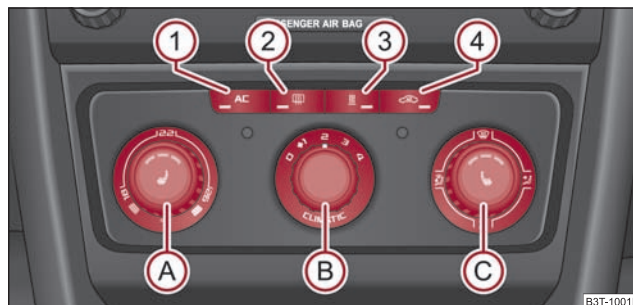

Fig. 127 Climatic: Eléments de commande
Le refroidissement ne fonctionne que si la touche **AC** ⇒ fig. 127 **1** est enfoncée et les conditions ci-après remplies:
- Faites tourner le régulateur rotatif **A** ⇒ fig. 127 vers la droite pour augmenter la température.
- Appuyez sur la touche  ① ⇒ page 108, fig. 127. Le témoin s'allume dans la touche.
- Appuyez sur la touche  ④ ⇒ page 108, fig. 127, le témoin s'allume dans la touche.
La circulation d'air de recyclage s'arrête automatiquement si l'on met le régulateur de diffusion d'air Ⓒ sur la position  ⇒ page 108, fig. 127 En réappuyant plusieurs fois sur la touche , vous pouvez réenclencher le recyclage de l'air dans cette position également.